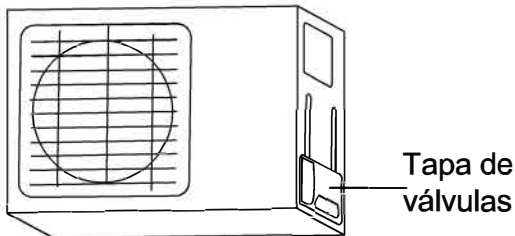

Fig. 5.9
1. Desatornillar la tapa de las válvulas de la unidad exterior. (Ver Fig. 5.9)